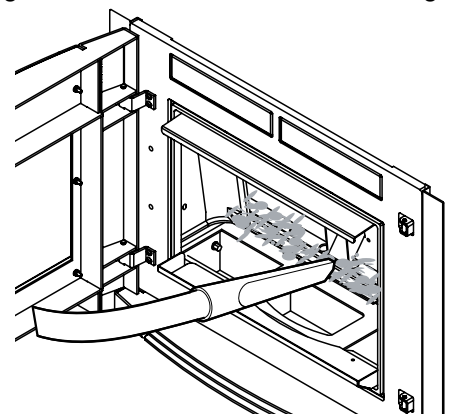

Fig.15.8
- 3) Mit einem Sauger die eventuell an der Wand hinter der Rückwand angesammelte Asche oder Ruß beseitigen (Abb. 15.8)